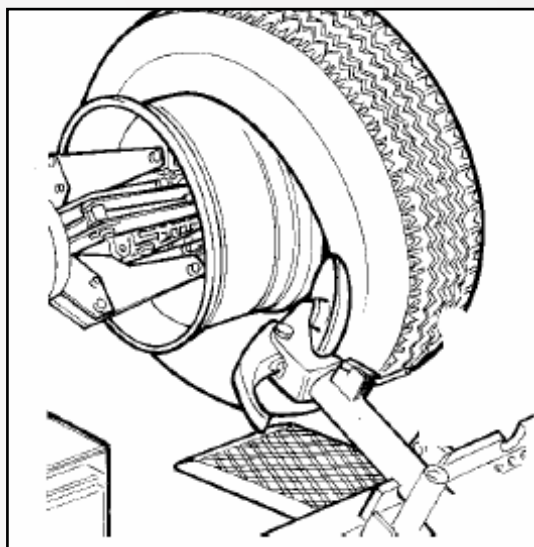

Рисунок 16
1) Если шина снимается легко, после освобождения бортиков протолкните отжимной диск шины, пока не покажутся оба бортика (см. рис. 16).